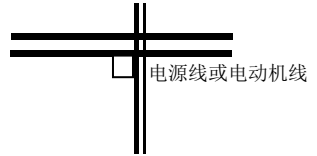

图 3-11 系统配线要求
- (2) 变频器输出U、V、W端子三根电机线尽量置于金属管或金属布线槽内。
- (3) 控制信号线应采用屏蔽电缆，屏蔽层与变频器PE端相连，靠近变频器侧单端接地。
- (4) 变频器PE端接地电缆不得借用其它设备接地线，必须直接与接地板相连。
- (5) 控制信号线不能与强电电缆(R、S、T或R、T与U、V、W)平行近距离布线，不能捆扎在一起，保持20~60厘米(与强电电流大小有关)以上的距离。如果要相交，则应相互垂直穿越，如图3-11所示。
- (6) 控制信号和传感器等弱电接地线必须与强电接地线分别独立接地。
- (7) 禁止在变频器电源输入端(R、S、T或L1、L2)上连接其它设备。